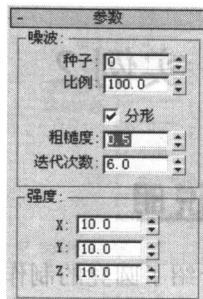
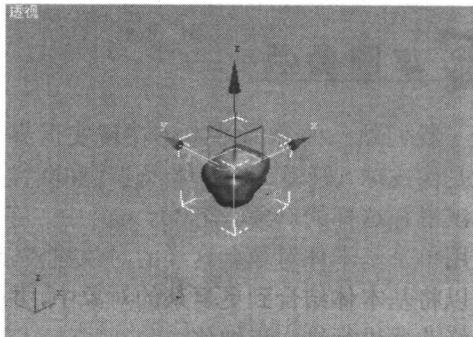

图 1-7 噪波编辑
图 1-8 修改结果
⑥ 再创建一个球体，半径为 10，其他参数默认即可，打开修改面板，在修改器列表下拉菜单中选择“噪波”，修改其参数如图 1-7 所示，结果如图 1-8 所示，作为小行星。